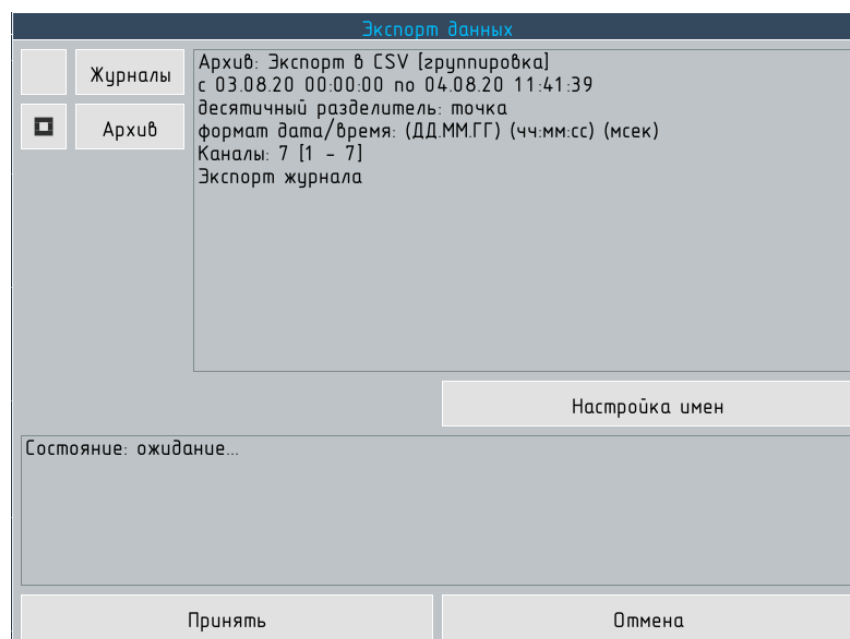

Рисунок 4.31 – Диалог копирования данных архива и журнала на съёмный носитель
Для вызова диалога копирования данных на съёмный носитель (см. рисунок 4.31) следует нажать кнопку  на панели задач.
- 3) выберите тип данных для копирования – установите флаги **"Архив"** и **"Журнал"** в диалоговом окне **"Экспорт данных"** см. рисунок 4.31. Программа прибора допускает одновременную установку обоих флагов, но в этом случае период записи и формат придётся устанавливать для каждого из типов данных отдельно. В случае, если необходимо скопировать архив и журнал прибора для общего интервала времени, рекомендуется установить флаг только для архива, а копирование журнала вызывать из диалога **"Копирование архива"** см. 4.6.3.
- 6) после завершения работы с окном **"Копирование архива"** (журнала) внимательно прочитайте описание данных, которые будут скопированы и в поле диалога **"Экспорт данных"** (см. рисунок 4.31).